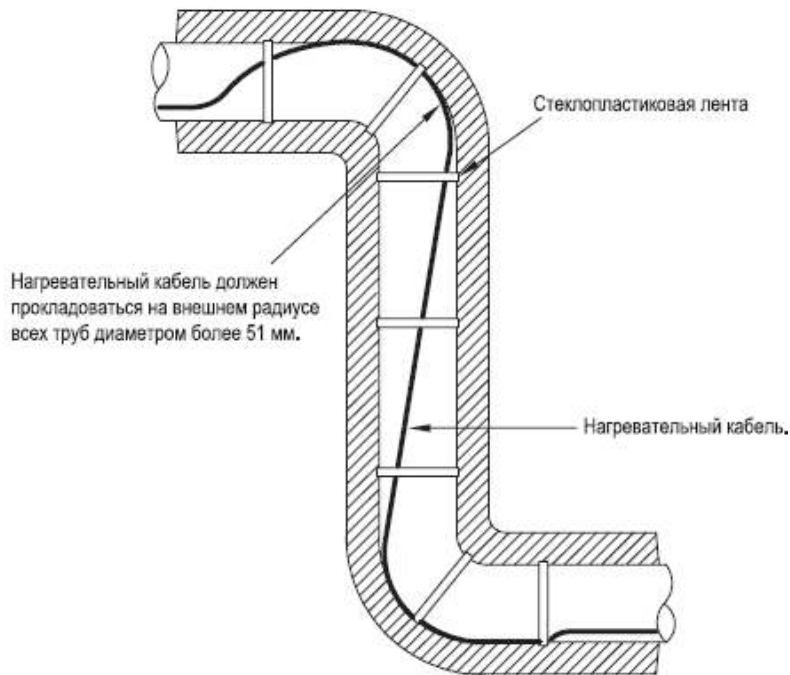

Рис. 9
- изгиб трубы. Кабель проводится по внешнему (большему) радиусу (рис. 9).